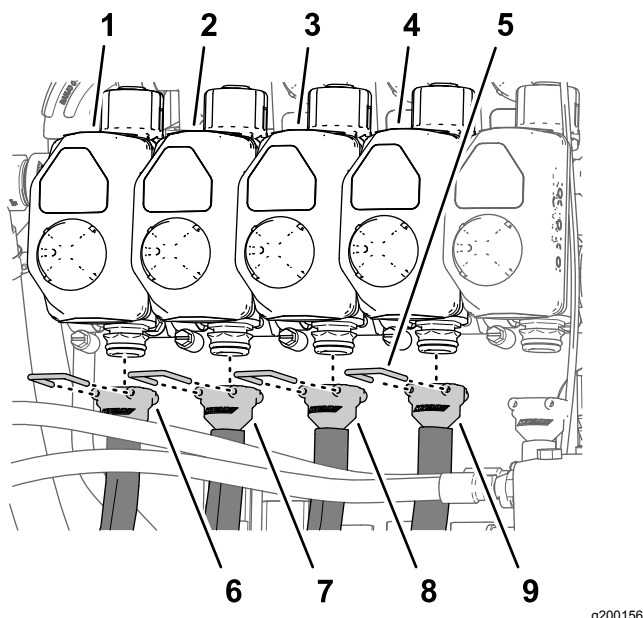
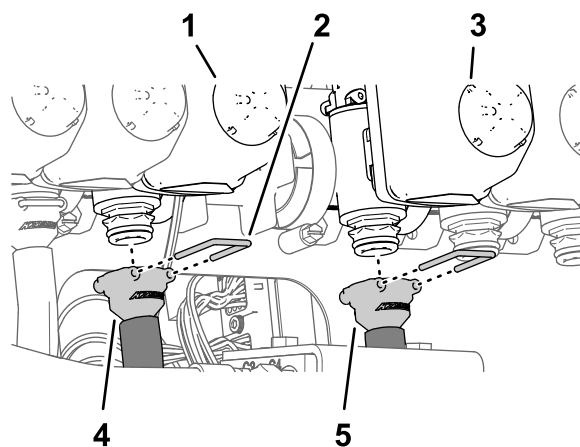
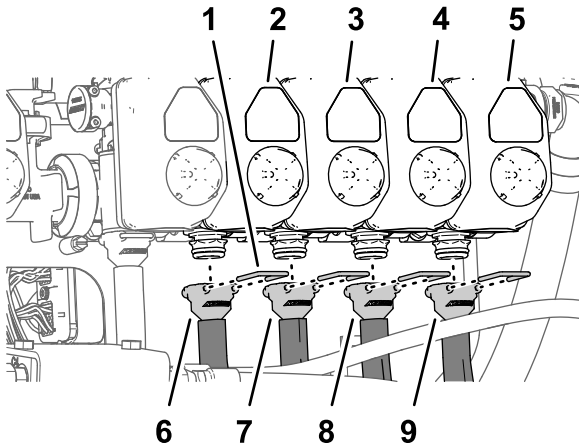

Figure 126
Figure 127
Figure 128
Remarque: Reportez-vous à la Figure 126 de la section Montage des flexibles sur les vannes de buse 1 à 4 \(page 62\), la Figure 127 de la section Montage des flexibles sur les vannes de buse 5 et 6 \(page 62\) et la Figure 128 de la section Montage des flexibles sur les vannes de buse 7 à 10 \(page 63\) pour les positions de vanne de buse.
1. Montez le raccord droit cannelé du flexible d'alimentation de 279 cm sur le raccord de la vanne de buse 1 (Figure 126).
2. Fixez le raccord cannelé au raccord de vanne avec un étrier (Figure 126).
3. Montez le raccord droit cannelé du flexible d'alimentation de 234 cm sur le raccord de la vanne de buse 2 (Figure 126).
4. Fixez le raccord cannelé au raccord de vanne avec un étrier (Figure 126).
5. Montez le raccord droit cannelé du flexible d'alimentation de 188 cm sur le raccord de la vanne de buse 3 (Figure 126).
6. Fixez le raccord cannelé au raccord de vanne avec un étrier (Figure 126).
7. Montez le raccord droit cannelé du flexible d'alimentation de 188 cm sur le raccord de la vanne de buse 4 (Figure 126).
8. Fixez le raccord cannelé au raccord de vanne avec un étrier (Figure 126).
1. Montez le raccord droit cannelé du flexible d'alimentation de 81 cm sur le raccord de la vanne de buse 5 (Figure 127).
2. Fixez le raccord cannelé au raccord de vanne avec un étrier (Figure 127).
3. Montez le raccord droit cannelé du flexible d'alimentation de 81 cm sur le raccord de la vanne de buse 6 (Figure 127).
4. Fixez le raccord cannelé au raccord de vanne avec un étrier (Figure 127).
1. Montez le raccord droit cannelé du flexible d'alimentation de 188 cm sur le raccord de la vanne de buse 7 (Figure 128).
2. Fixez le raccord cannelé au raccord de vanne avec un étrier (Figure 128).
3. Montez le raccord droit cannelé du flexible d'alimentation de 188 cm sur le raccord de la vanne de buse 8 (Figure 128).
4. Fixez le raccord cannelé au raccord de vanne avec un étrier (Figure 128).
5. Montez le raccord droit cannelé du flexible d'alimentation de 234 cm sur le raccord de la vanne de buse 9 (Figure 128).
6. Fixez le raccord cannelé au raccord de vanne avec un étrier (Figure 128).
7. Montez le raccord droit cannelé du flexible d'alimentation de 279 cm sur le raccord de la vanne de buse 10 (Figure 128).
8. Fixez le raccord cannelé au raccord de vanne avec un étrier (Figure 128).